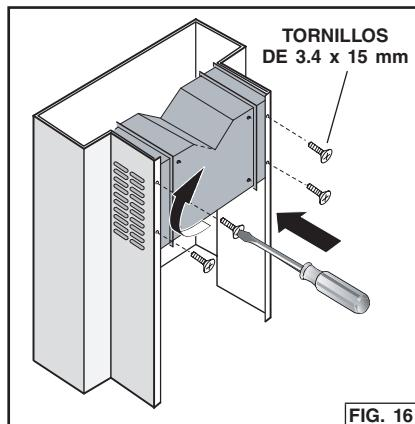

FIG. 16
3. Instale la cámara de distribución en el conducto de humo decorativo superior con los cuatro (4) tornillos de 3.4 x 15 mm suministrados, tal como se muestra. Fig. 16.